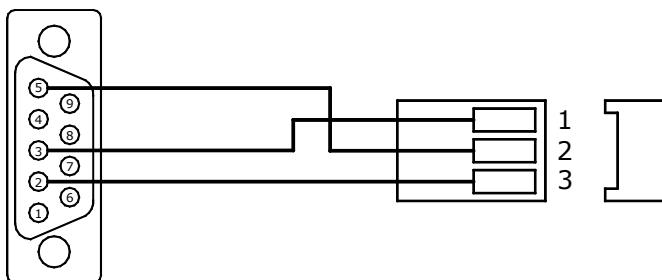

Рис. 7.7
7.6.4 Для прямого соединения теплосчетчик - ПК следует использовать кабель, изображенный на рис. 7.7.